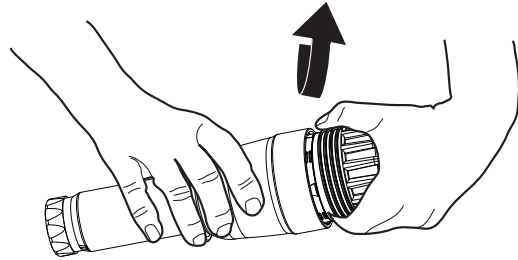

Figure 11
3. Visser le tuyau d'extension extérieur sur l'unité de cuvette (Voir la Figure 11).